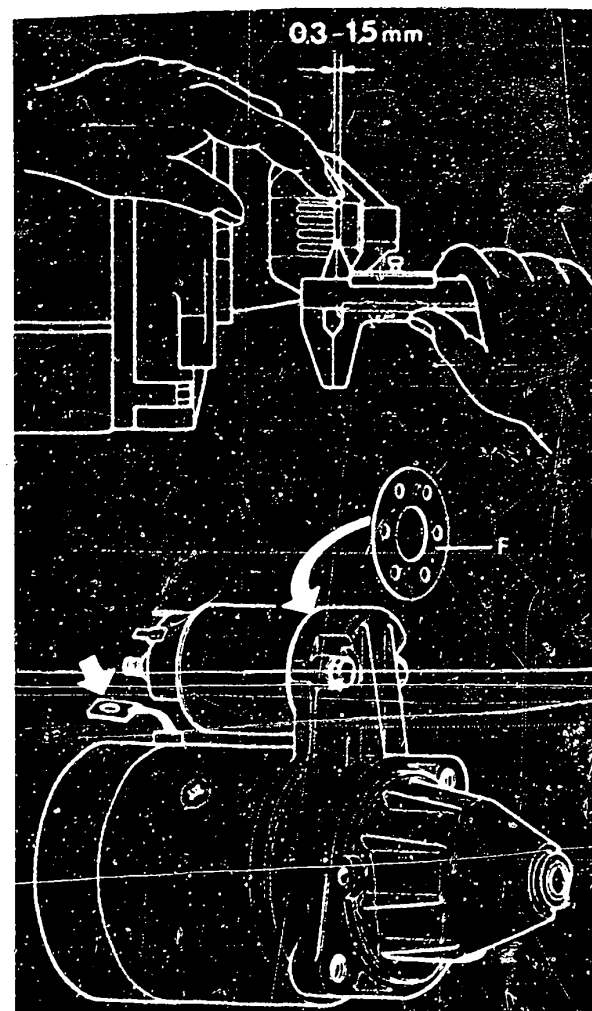

Bild 50 Prüfen des Ritzeabstandes bei eingeschaltetem Magnetschalter. Die auswechselbare Passscheibe (F) ist in einer Dicke von 0,5 und 0,8 mm erhältlich.
Nach einer Revision muss der Ritzelabstand bei eingeschaltetem Magnet-schalter geprüft werden (Feldwicklung abgehängt). Das Spiel von 0,3...1,5mm (Bild 50) kann durch eine andere Passscheibe (F) verändert werden.